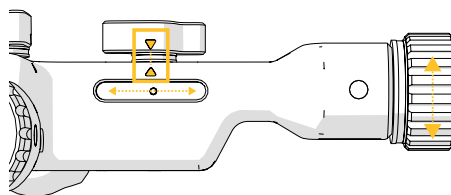

Figura 2: Reglarea roții pentru alinierea săgeților.
- ✓ Înainte de configurarea sistemului de țintire de precizie, reglați butoanele astfel încât săgețile marcate din Figura 2 și 3 să se potrivească.
3. Reglați butoanele de reglaj liniar astfel încât săgețile marcate din Figura 2 să se potrivească. Poziția nominală a brațului de obține prin alinierea capetelor săgeților.